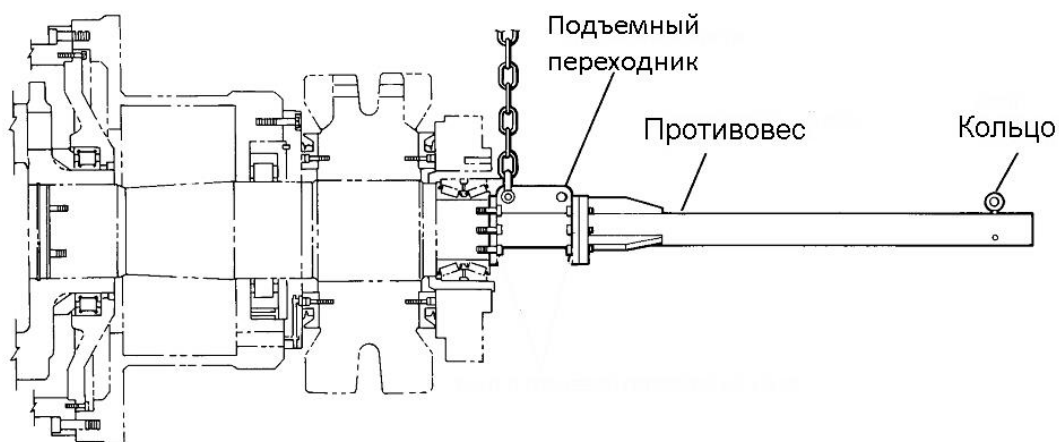

Рисунок 12-21. Снятие ведущего вала
10. Установите проушины и противовес для уравнивания веса вала (см. рисунок 12-21);